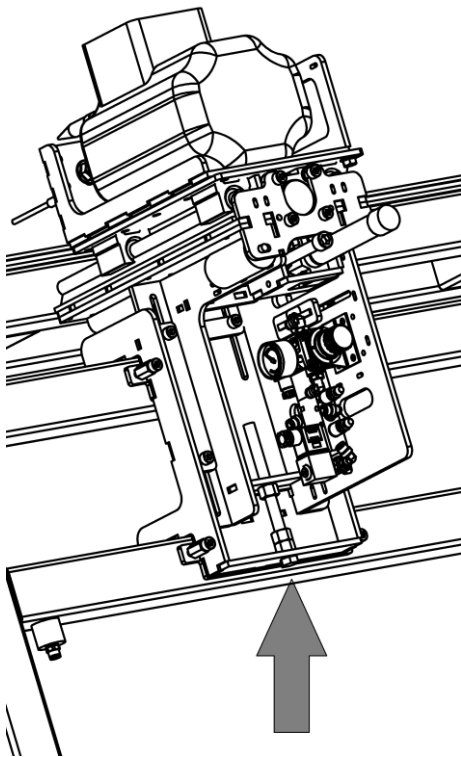

Рисунок 16.
- Вращаем регулировочный винт (рис.16) до тех пор пока ось вращения патрона в поперечном или вертикальном направлении (в зависимости от места установки СМ) не станет напротив центра отверстия.